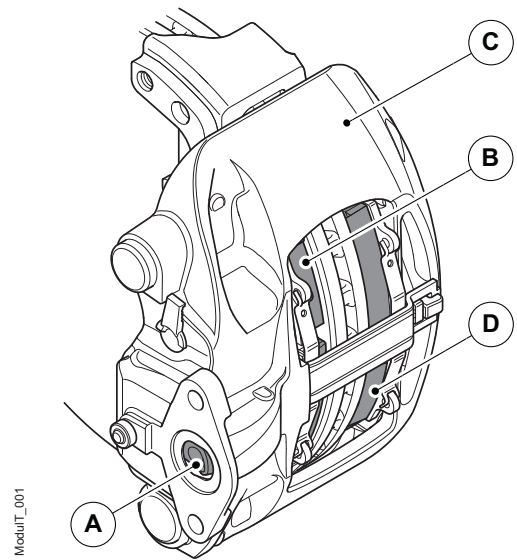

Figura 2. Descripción funcional
La unidad, accionada por la palanca del mecanismo (A), presiona la pastilla de freno interior (B) contra el disco, que a su vez hace desplazarse lateralmente la pinza (C), de modo que la pastilla exterior (D) también entra en contacto con el disco, véase la figura 2.